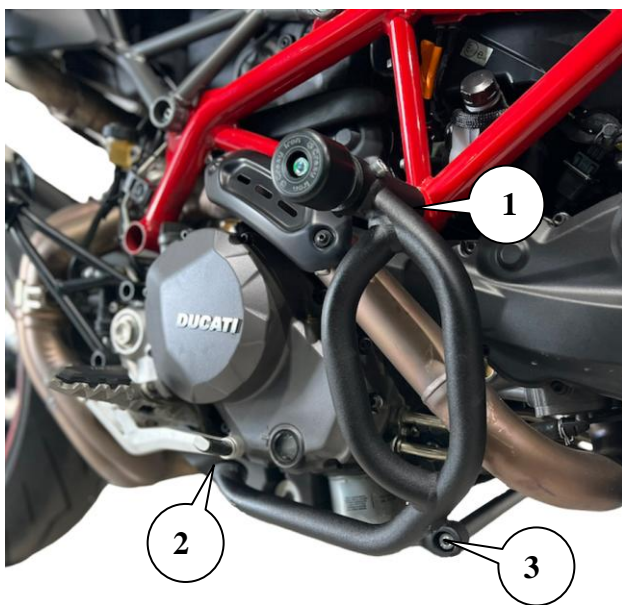

Рис.1. Установленная клетка вид справа
2. Приложите правую половину клетки\дуг к точке крепления правой стороны 2 (как это показано на рис.1).
5. Совместите крепежные отверстия на мотоцикле с монтажным отверстием в клетке точки №1 (см. рис.1) на правой стороне мотоцикла. Клетка при этом предварительно зафиксирована в точке №2.